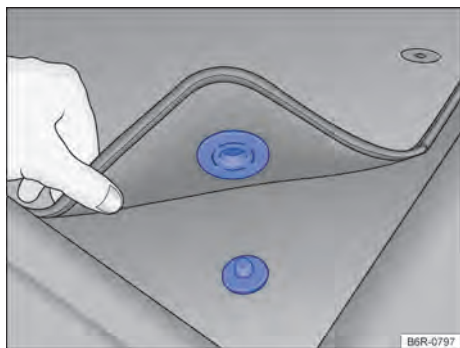

Fig. 17 Alfombra delantera del lado del conductor con fijación al perno de la alfombra.
- ✓ Acomodar bien la alfombra en la zona reposapiés del lado del conductor para que no obstruya la zona de los pedales. La alfombrilla delantera del lado del conductor con fijación en el perno de la alfombra → fig. 17.